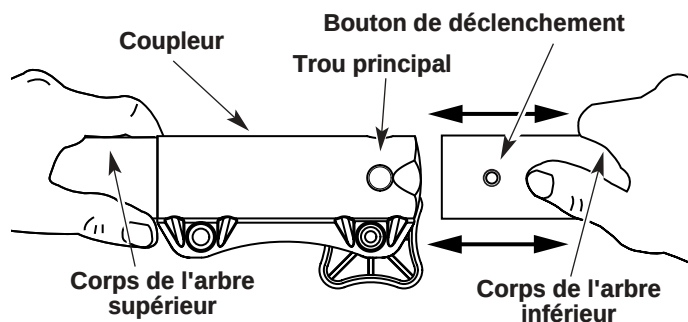

Fig. 2
3. Tenez fermement le corps de l'arbre supérieur et retirez l'accessoire de coupe ou autre du coupleur (Fig. 2).
2. Tenez fermement l'accessoire et enfoncez-le tout droit dans le coupleur (Fig. 2).
MISE EN GARDE : verrouillez le bouton de déclenchement dans le trou principal (Fig. 2) et vissez bien le bouton avant de faire marcher l'appareil.